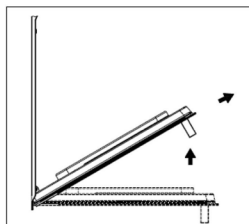

Fig. 2
A questo punto, chiudendo leggermente lo sportello, è possibile sollevarlo estrarlo i ganci (A) come mostrato in fig. 2.